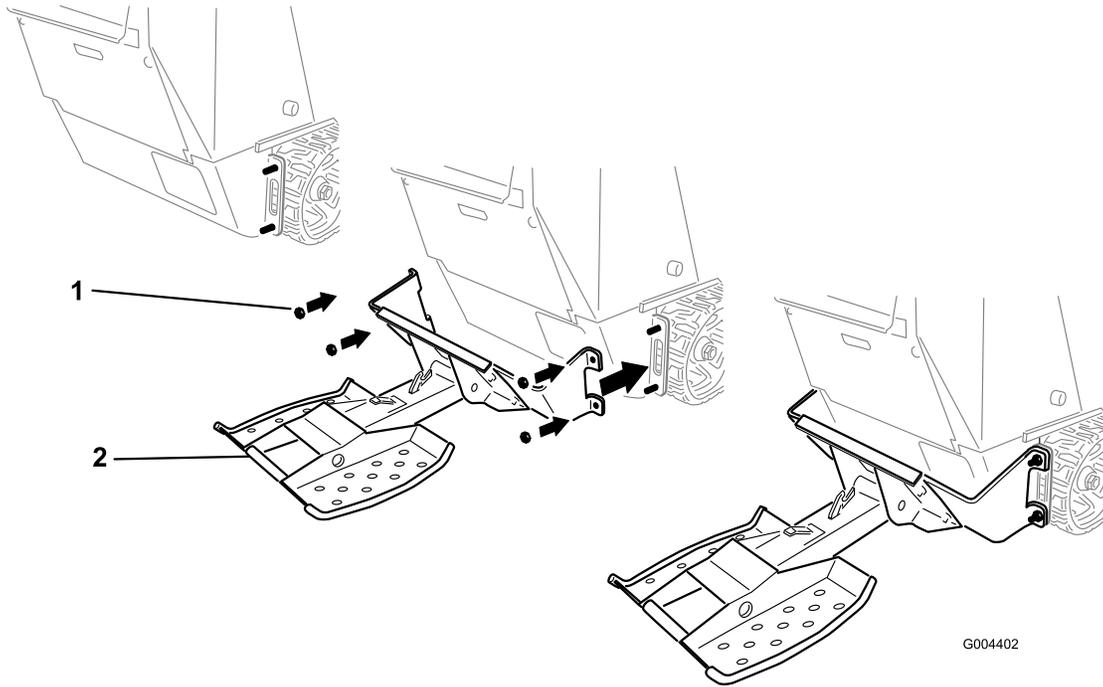

Figura 5
5. Instale los soportes sobre los 4 pernos (1/2 x 1-1/2 pulgadas) que insertó anteriormente y sujételos con cuatro tuercas con arandela prensada (1/2 pulgada) (Figura 5).